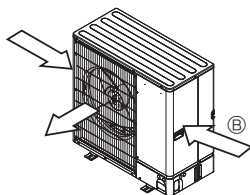

Fig. 2-6
- 3 Placera om det går enheten så att luftutblåset blåser vinkelrätt mot den säsongsbetingade vindriktningen. (Fig. 2-6)